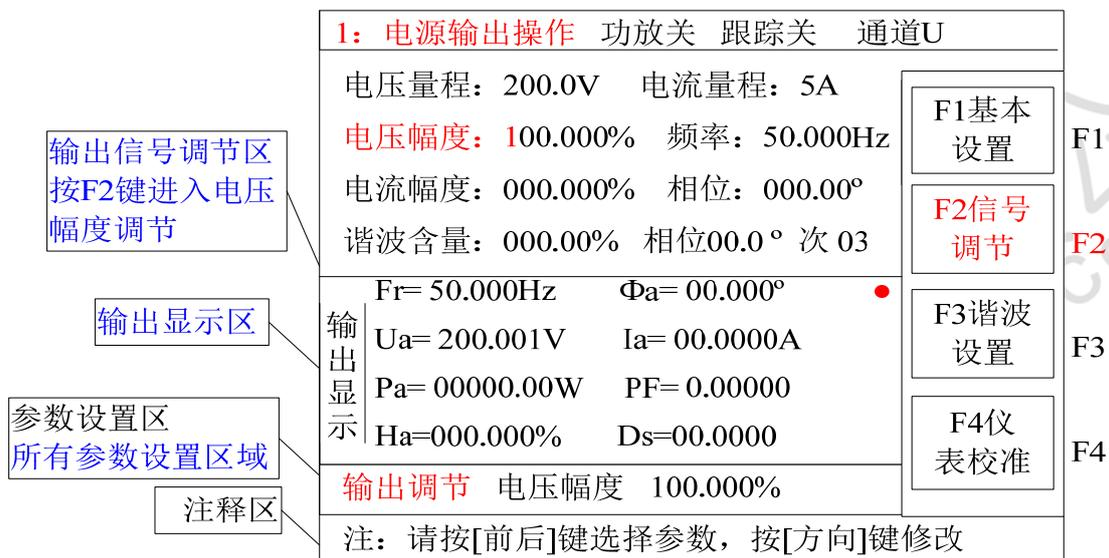

图 10
#### 1) 电压幅度设置如图 10。
a. **电压幅度设置**：按【F2】键，根据图 10 电压幅度显示改变红色字体。设置区（光标在当前选项处闪动）“输出信号控制 电压幅度：100.000%”，在参数设置区用方向键可改变电压幅度，按【输出】键输出信号。图 10 显示输出 200V 量程 100%的电压值。